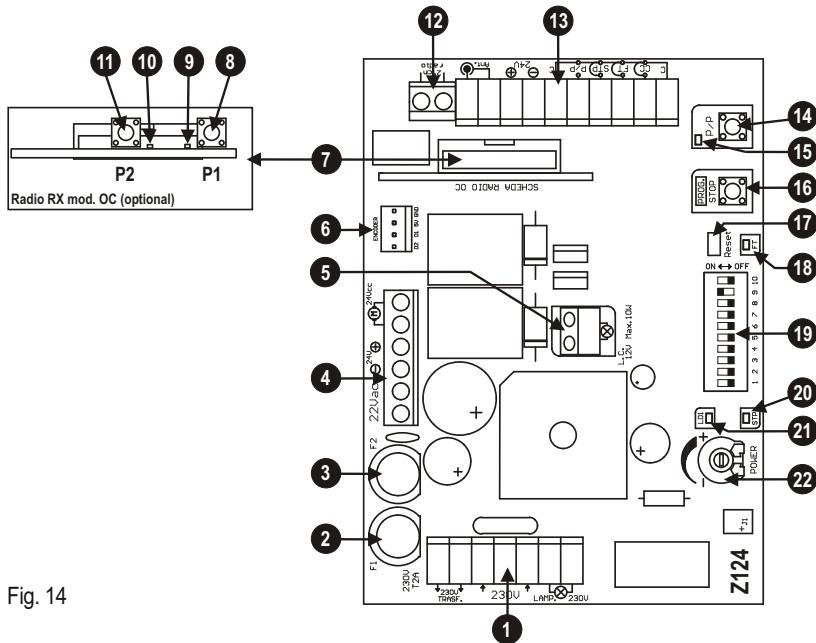

Fig. 14
- 1) En maintenant la touche PROG enfoncée, effectuer une réinitialisation en court-circuitant avec un tournevis le cavalier Reset (pos. 17 fig. 14).
- 9) Pour revenir au fonctionnement normal effectuer une réinitialisation de la logique de commande (court-circuiter le connecteur, pos. 17 fig.14)
Durant la phase d'apprentissage on actionnera plusieurs fois la touche P/P (pos. 14 fig. 14), en alternative on peut utiliser la commande P/P (borne 14, fig. 15) ou l'émetteur radio mémorisé sur le premier canal du récepteur.